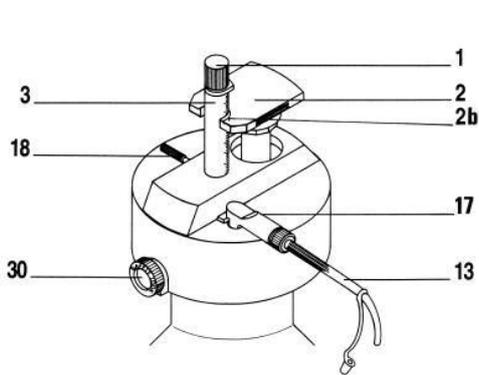

图1
- 1、卸载：将“安全锁扣旋钮”（30）拧松，取出液体转移单元。（见图 1）
- 3、安装：将“安全锁扣旋钮”（30）拧紧，确保分配器液体转移单元和储液瓶紧密结合。（见图 1）